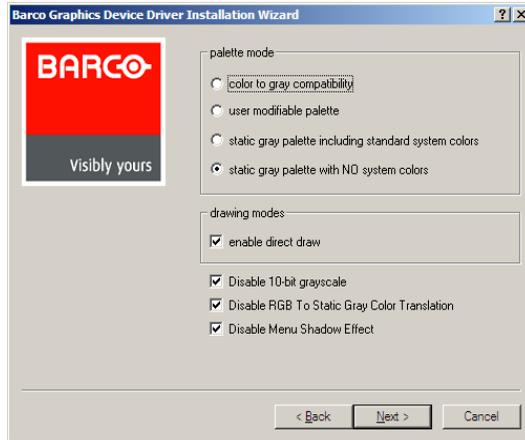

Figura 33:
**Nota:** Quando a página mostrada em figura 33 aparecer, você pode clicar em **Próximo** para aceitar as configurações padrão, ou, caso saiba as configurações requeridas para o seu aplicativo de visualização, você pode selecioná-las agora e então clicar em **Próximo**. Você pode mudar estas configurações mais tarde, acessando a guia Driver Barco dentro do *Painel de Controle de Vídeo do Windows*.